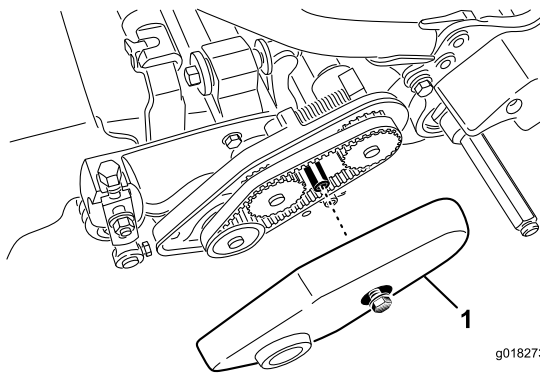

图42
2. 松开固定皮带罩的凸缘螺栓、取下皮带罩露出皮带(图42)。